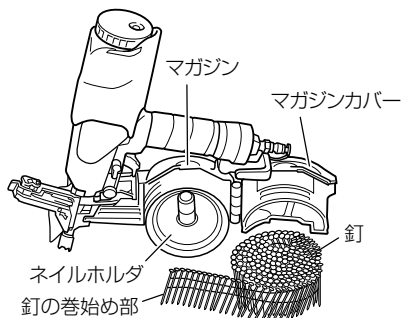

図 9
- 釘をマガジン内に入れます。このとき、釘の巻始め部をあらかじめ引き出してから入れますと、次の作業が簡単になります。(図9)